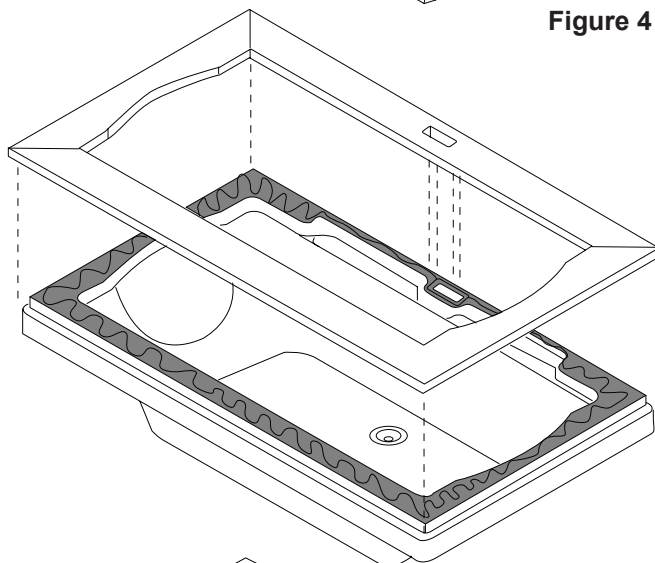

Figure 5
- ⑥ Abaissez le cadre dans la baignoire, puis vérifiez que la(es) découpe(s) du panneau de commande est (sont) alignées (Figure 5).